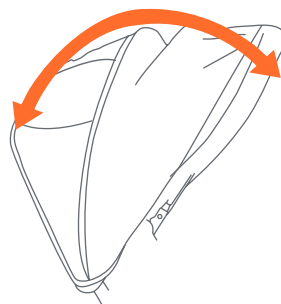

Fig. 8
- 8) • Para abrir la cubierta: empuje hacia delante el borde delantero de la cubierta mientras sostiene la parte trasera de la misma en su sitio (Fig. 8).
- Para plegar la cubierta: empuje hacia atrás el borde delantero (Fig. 8).